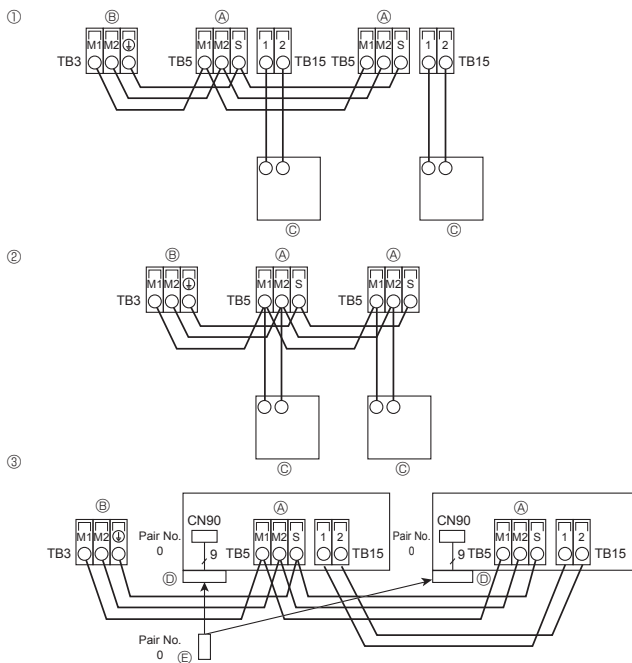

Fig. 5-3
5.4. Подсоединение пульта дистанционного управления, кабелей передачи внутри и снаружи (Fig. 5-3)
- ① Пульт дистанционного управления “MA”
- ② Пульт дистанционного управления “M-NET”